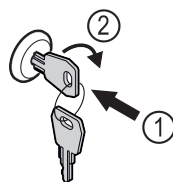

Fig. 180 Зображення для прикладу
- Вдавити ключ Fig. 180 (1).
- Повернути ключ на 90° за годинниковою стрілкою Fig. 180 (2).